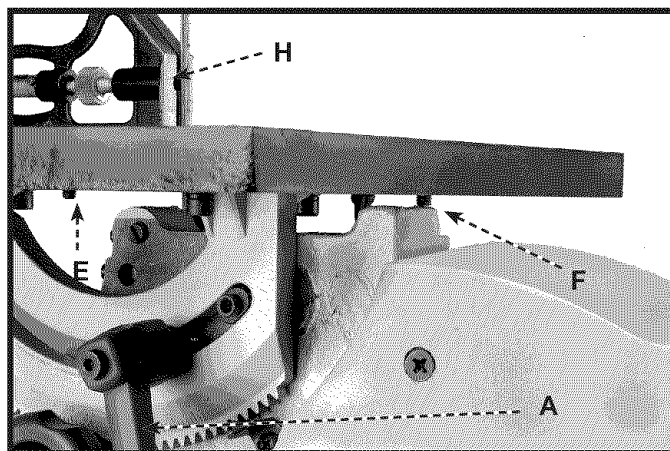
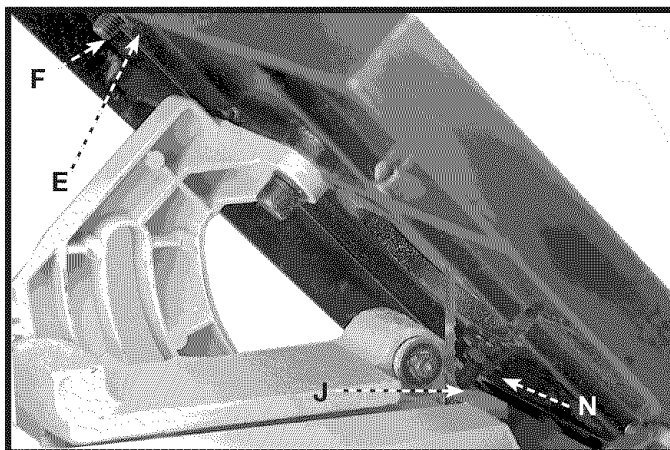
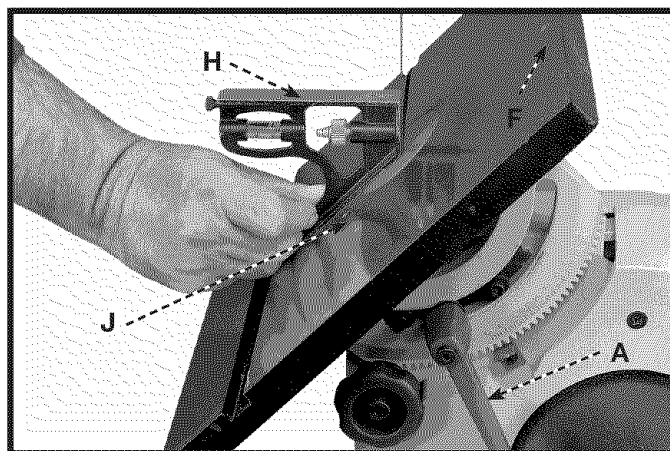

Fig. 32
Fig. 33
Fig. 34
1. Incliner la table à 90 degrés comme l'illustre la fig. 32 et serrer la poignée de blocage (A). Placer une équerre (H) sur la table et contre la lame et vérifier si la lame est perpendiculaire à la surface de la table. Si un réglage s'avère nécessaire :
2. Incliner la table pour exposer le contre-écrou (E) fig. 33. Le desserrer et remettre la table à 90 degrés. La poignée de blocage (A) fig. 32, étant desserrée, tourner la vis de réglage (F) fig. 34, à l'aide de la clé hexagonale de 3 mm fournie jusqu'à ce que la lame soit perpendiculaire à la table. Puis resserrer la poignée de blocage (A) et le contre-écrou (E) sur la vis de réglage (F).
3. Incliner la table à 45 degrés comme l'illustre la figure 34. Placer une équerre (H) fig. 34, sur la table et contre la lame et vérifier si la lame est à 45 degrés par rapport à la surface de la table. Si un réglage s'avère nécessaire.
4. Desserrer le contre-écrou (N) fig. 33, sur la vis de réglage (J) se trouvant sous la table. La poignée de blocage (A) fig. 34 étant desserrée, tourner la vis de réglage (J) avec la clé hexagonale de 3 mm fournie jusqu'à ce que la lame soit à 45 degrés par rapport à la table. Resserrer la poignée de blocage (A) et le contre-écrou (N) sur la vis de réglage (J).